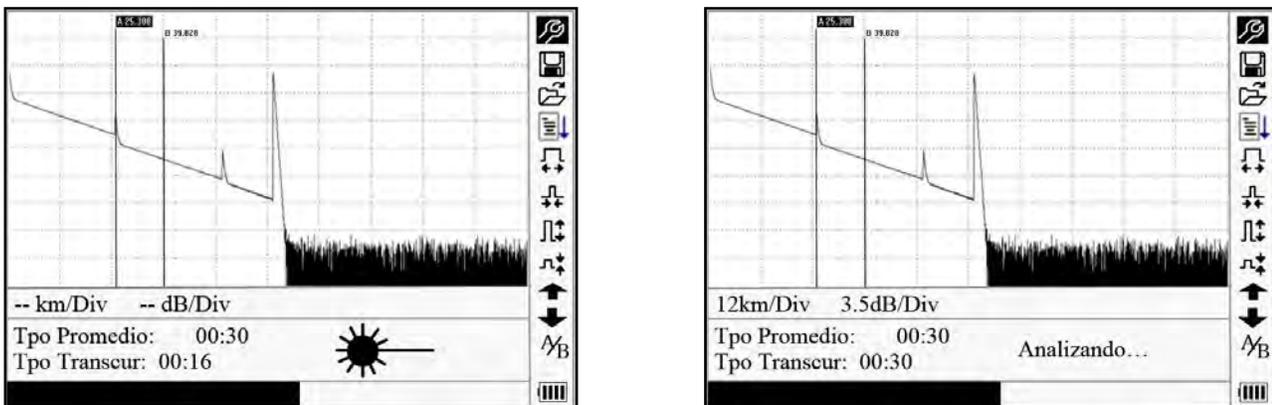

Figura 4-3. Medición
2. Presione **Run/Stop** (Ejecutar/Detener) para iniciar la medición (figura 4-3).